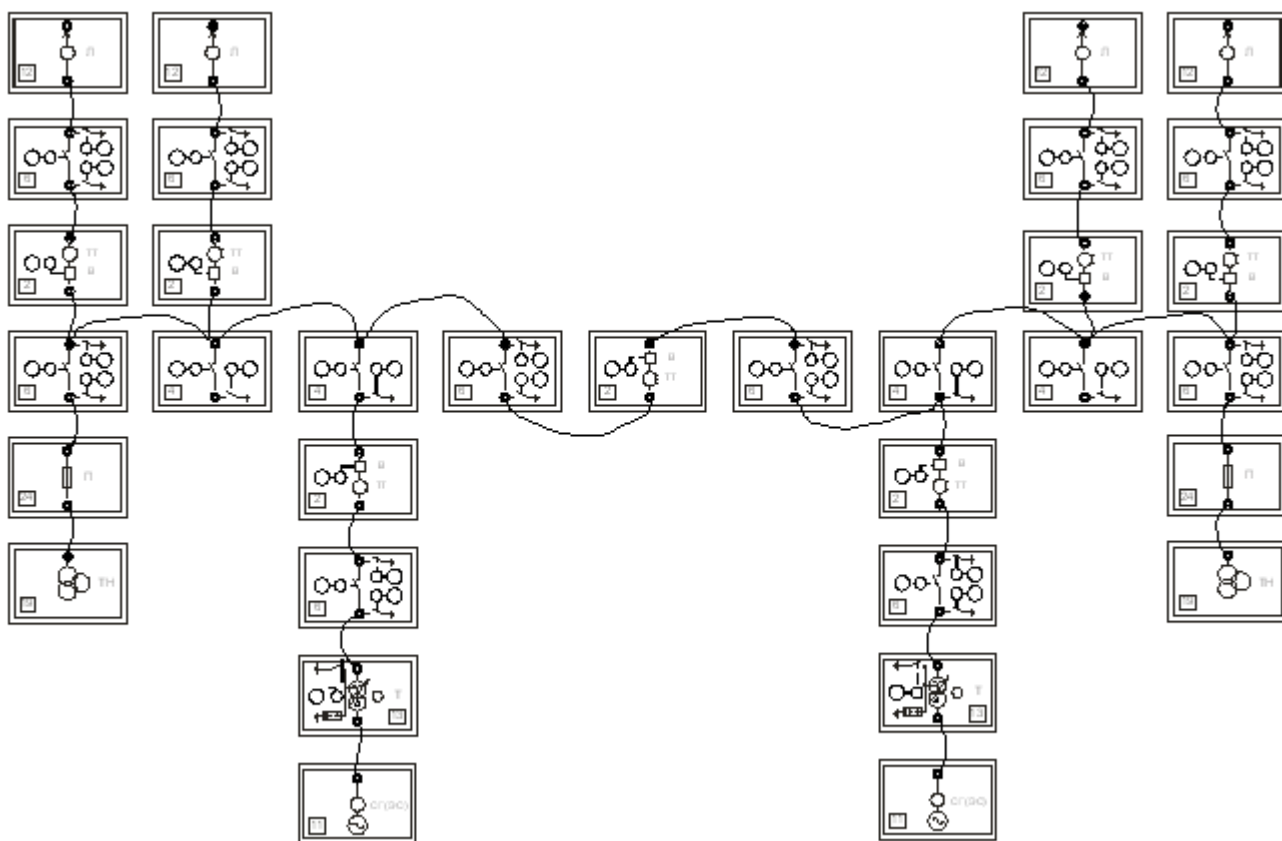

Рисунок 5.2 – Монтажная схема соединений РУ с одиночной секционированной системой шин
4. Соберите схему (рисунок 5.2).